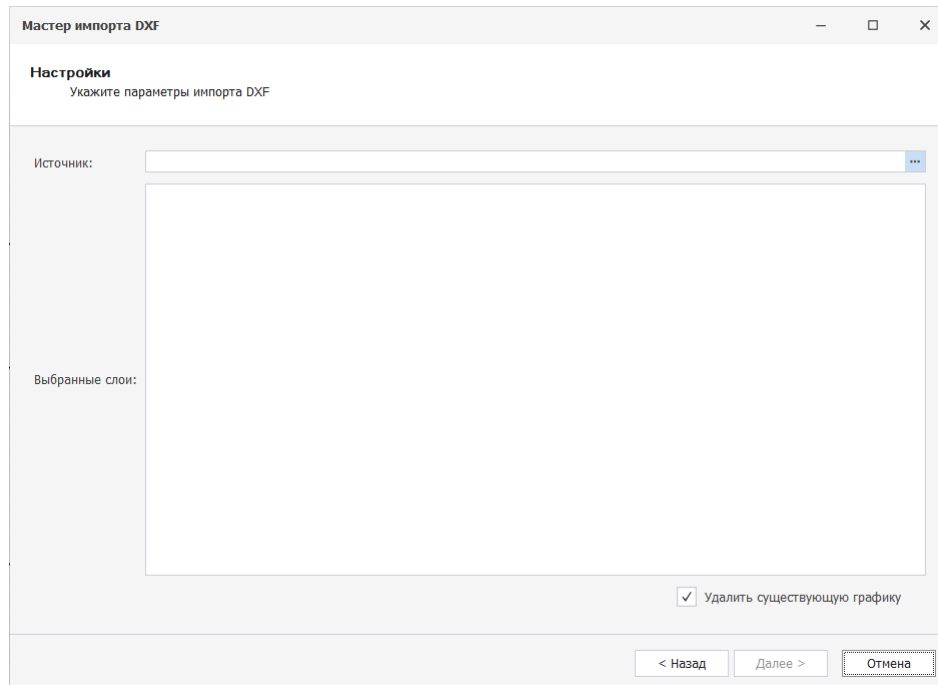

Рис. 49 Выбор файла для импорта .dxf
3. Выберите файл для импорта с помощью кнопки  в поле «Источник», см. Рис. 49.